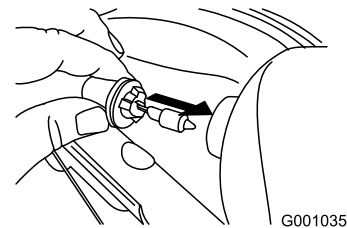

Bild 64
4. Setzen Sie eine neue Glühbirne hinten am Scheinwerfer ein (Bild 64).